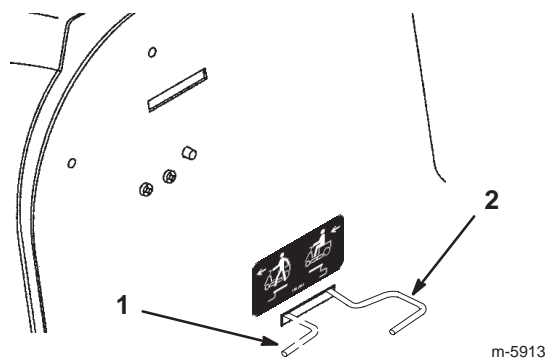

Figure 9
4. Insérez la tige de commande de transmission et poussez-la vers la gauche pour la bloquer en position (Fig. 9).